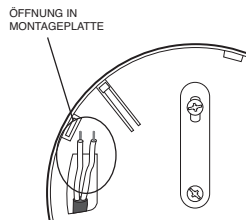

Abbildung 9b
2. Ziehen sie das Kabel durch die Öffnungen in der Montageplatte (bevor Sie diese an die Decke schrauben), siehe Abbildung 9b.